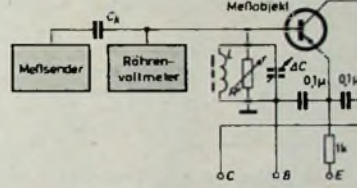
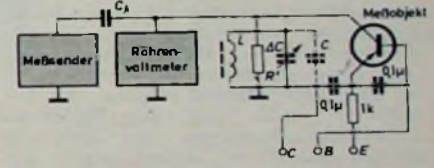

Bild 2.  $y_{ie}$ -Meßschaltung
Bild 3.  $y_{oe}$ -Meßschaltung
Von den im folgenden beschriebenen Messungen an HF-Transistoren sind besonders die Messung des Kurzschluß-Eingangswertes  $y_{ie}$ , des Kurzschluß-Ausgangswertes  $y_{oe}$ , der Vorwärtssteilheit  $y_{ie}$  und der Rückwärtssteilheit  $y_{re}$  wichtig. Zur Bestimmung des Eingangswertes  $y_{ie} = g_{ie} + j\omega C_{ie}$  bei Kurzschluß wird aus einem Generator mit sehr großem Innenwiderstand ein konstanter HF-Strom einem auf die Meßfrequenz abgestimmten Parallelschwingkreis zugeführt (Bild 2), so daß die Spannung an diesem Kreis dem Kreisleitwert umgekehrt proportional ist. Schaltet man nun dem Schwingkreis die Basis-Emitterstrecke des Transistors parallel, so stellt sich nach erneutem Abstimmen auf Resonanz ein Spannungswert ein, der der Summe aus Kreisleitwert und Realteil des Transistor-Eingangswertes entspricht. Die Kapazitätsdifferenz zwischen den beiden Resonanzeinstellungen ist dann gleich der Eingangskapazität  $C_{ie}$  des Transistors. Wird mit  $U_0$  die Resonanzspannung des Kreises allein (mit dem Kreisleitwert  $G_{kr}$ ) und mit  $U_1$  die Resonanzspannung des zusätzlich mit dem Transistor bedämpften Kreises bezeichnet, so ergibt sich der Realteil des Transistor-Eingangswertes zu
Nach dem gleichen Verfahren läßt sich auch die Messung des Ausgangswertes  $y_{oe} = g_{oe} + j\omega C_{oe}$  bei Kurzschluß durchführen (Bild 3). Die Schaltung unterscheidet sich von der im Bild 2 nur durch die Anschaltung des zu messenden HF-Transistors. Die Formel Gl. (1) für den Eingangswert  $g_{ie}$  gilt sinngemäß auch für den Ausgangswert  $g_{oe}$ . In der Meß-